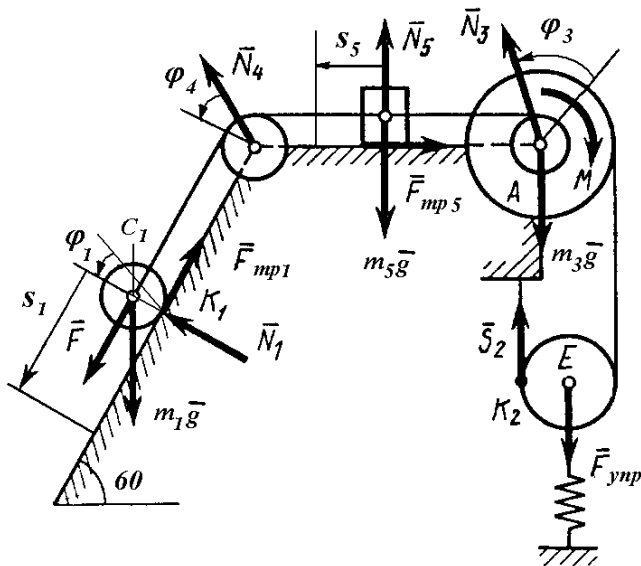

Рис. 12
1. Рассмотрим движение неизменяемой механической системы, состоящей из весоных тел 1, 3, 5 и невесоных тел 2, 4, соединенных нитями (см. рис. 12). Изобразим действующие